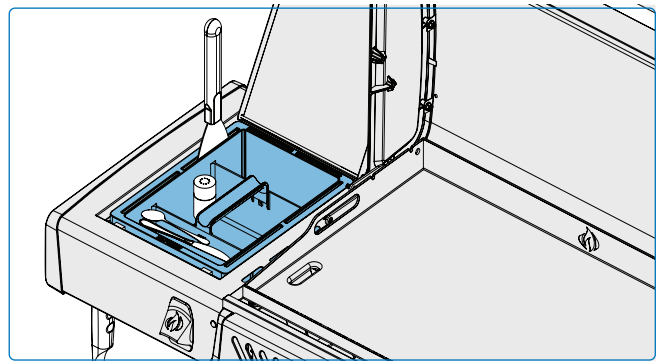

Fig. 8
Gardez les sauces, les assaisonnements et les ustensiles de cuisine à portée de main pendant la cuisson grâce au porte-condiments intégré à la tablette latérale. (Fig. 8).
- Réglez les différents brûleurs à différents niveaux de chaleur pour créer des zones de température spécifiques. Surveillez la température de la surface de la plancha à l'aide d'un thermomètre infrarouge pour vous assurer que chaque zone atteint le niveau de chaleur souhaité. Utilisez la chaleur directe (placée directement au-dessus des brûleurs allumés) pour les aliments qui nécessitent une cuisson rapide, tandis que la chaleur indirecte (placée sur le côté) peut être utilisée pour une cuisson plus lente ou pour maintenir les aliments au chaud. (Fig. 8)